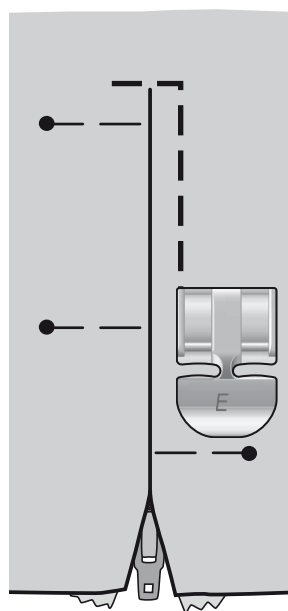

Fig. 2
4. Begynd at sy tværs over den nederste del, vend stoffet, og sy lynlåsens højre side op til toppen (se fig. 2).